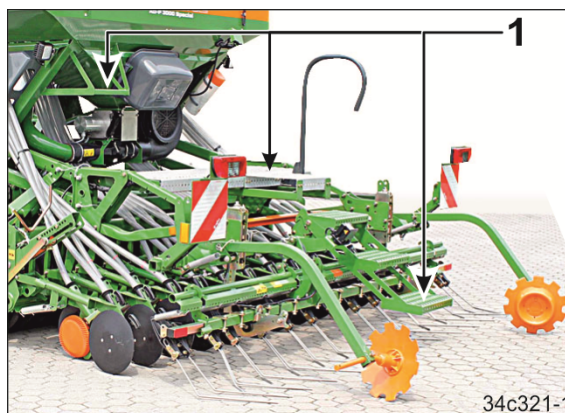

Fig. 232
6. Monter dans la trémie à l'aide des marches, de la passerelle de chargement et l'échelle à échelons (Fig. 232/1).